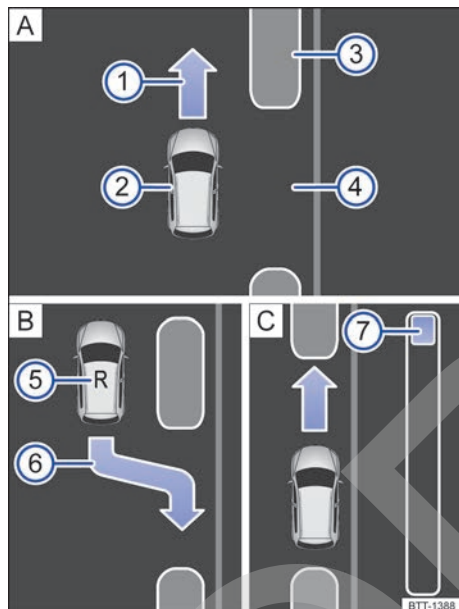
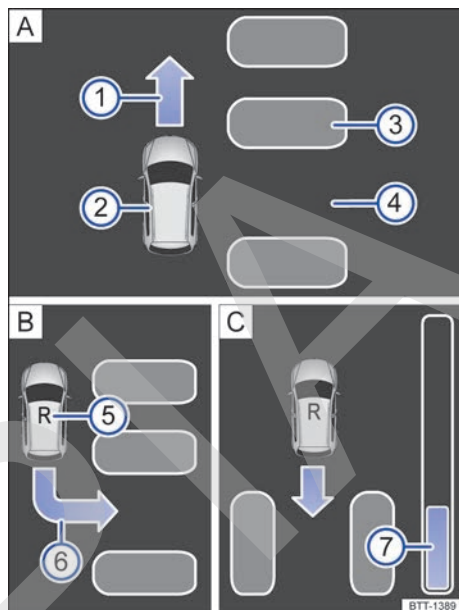

Fig. 128 En la pantalla del cuadro de instrumentos: aparcar en línea. **A** Buscar un hueco de aparcamiento. **B** Posición para aparcar. **C** Maniobrar.
Fig. 129 En la pantalla del cuadro de instrumentos: aparcar en batería. **A** Buscar un hueco de aparcamiento. **B** Posición para aparcar. **C** Maniobrar.
Leyenda de la fig. 128 y fig. 129:
La barra de progreso → fig. 128 ⑦ y → fig. 129 ⑦ muestra simbólicamente en la pantalla del cuadro de instrumentos la distancia relativa que aún queda por recorrer. Cuanto mayor es la distancia, más llena está la barra de progreso. Al circular marcha adelante, el contenido de la barra de progreso disminuye hacia arriba, y al circular marcha atrás, disminuye hacia abajo.
En el caso de huecos de aparcamiento en línea → fig. 128	En el caso de huecos de aparcamiento en batería → fig. 129